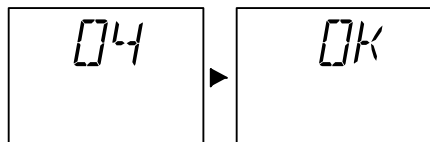

Рисунок 5.43
- Через 5 секунд после настройки режима работы насоса на ЖК-дисплее появится надпись «ОК» в подтверждение того, что автоматическое сохранение установленного значения прошло успешно (см. Рисунок 5.43).